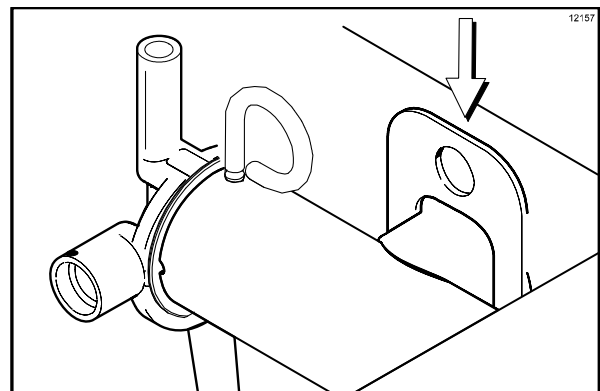

Abbildung 157
5. Die Luft-Produkt-Pumpeneinheit an der Rückseite des Vorratsbeckens einbauen. Zur korrekten Positionierung der Pumpe an der Antriebsnabe den Antriebsschlitz im Kolben auf die Antriebskurbel der Antriebswelle ausrichten. Die Pumpe an Ort und Stelle sichern, indem Sie den Pumpenclip über den Kranz der Pumpe schieben und darauf achten, dass der Clip in die Rillen des Kranzes gleitet. (Siehe Abbildung 157.)